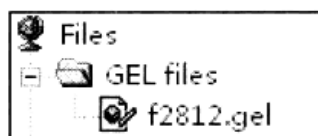

图 17-7 添加 GEL 文件
② 如果还没有为工程添加 gel 文件,请先添加 f2812.gel,如图 17-7 所示。F2812.gel 文件的路径是:“CCS 的安装路径\cc\gel\f2812.gel”。